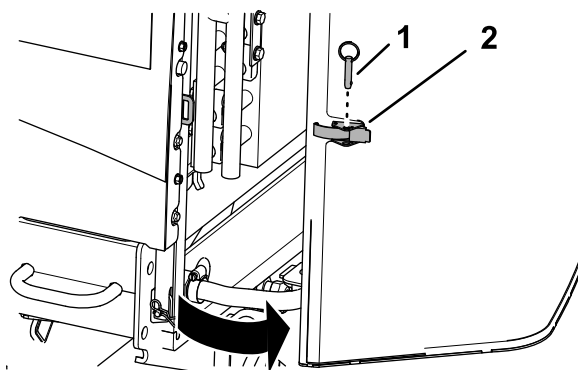

Рисунок 62
1. Извлеките штифт с кольцом из защелки решетки (Рисунок 62).